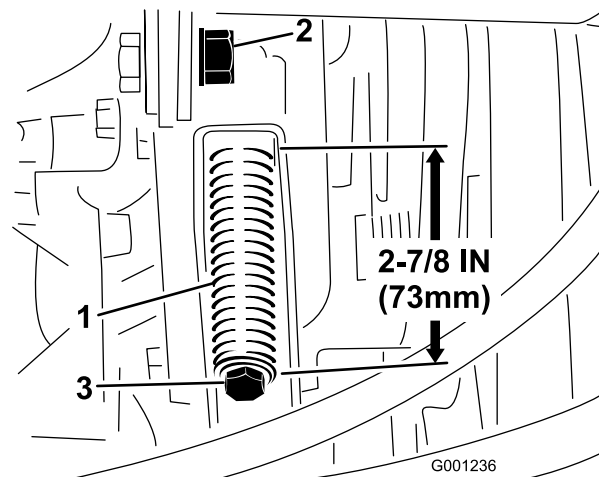

Bild 73
3. Lösen Sie die Klemmmutter der Spannstange (Bild 73).
4. Spannen oder lockern Sie die Riemenfeder mit einem 1/2"-Schraubenschlüssel (Bild 73). Stellen Sie die Feder auf eine Länge von 73 mm ein.
4. Lösen Sie die Riemenspannfeder vollständig mit einem 1/2"-Schraubenschlüssel (Bild 73).
6. Legen Sie den neuen Zapfwellenriemen auf und ziehen die Riemenscheibe auf eine Länge von 73 mm an (Bild 73).
7. Ziehen Sie die Klemmmutter fest (Bild 73) und schließen Sie die Motorhaube.